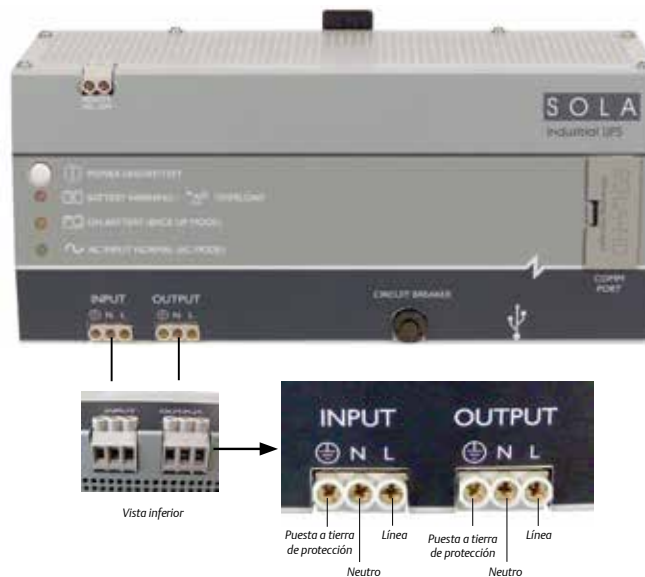

Figura 2: Terminales de entrada/salida
4. **Cableado de entrada/salida:** Reference asegúrese de que el UPS y la fuente de alimentación de CA estén apagados (desconectados) antes de la instalación. Conecte los terminales del UPS con un cable de cobre para 90 °C de acuerdo con la siguiente tabla. Conecte el terminal de conexión a tierra de la entrada de CA a la tierra de la fuente de alimentación principal. Conecte la línea en conductores neutros de la fuente. Conect las cargas al conector de la salida. Verifique que las conexiones del cableado sean correctas y encienda el UPS. Consultar la **Figura 2**.